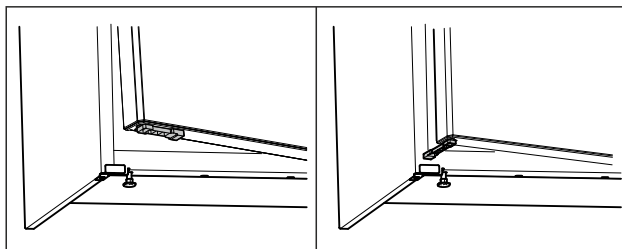

Fig. 70 *
- ▶ Fordítsa el 90°-kal az ajtó nyitáskorlátozó elemét. (lásd Fig. 70) *